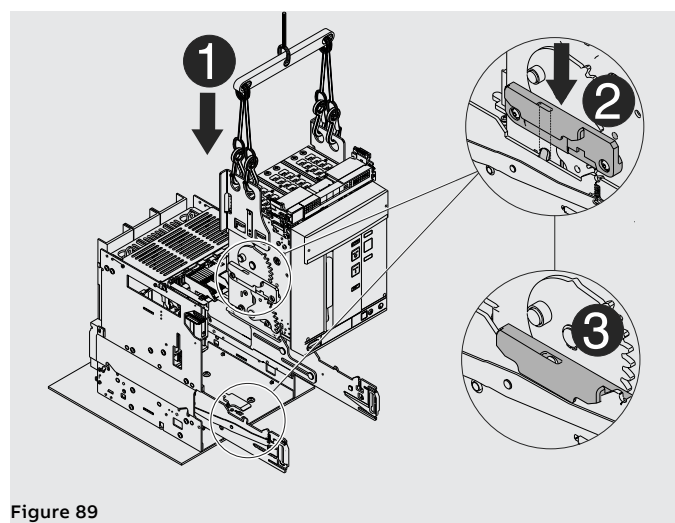

Figure 89
4. Positionner la partie mobile sur les glissières de la partie fixe. L'accrocher en introduisant la gorge du flanc dans le crochet de la glissière de la partie fixe. Voir Figure 89.